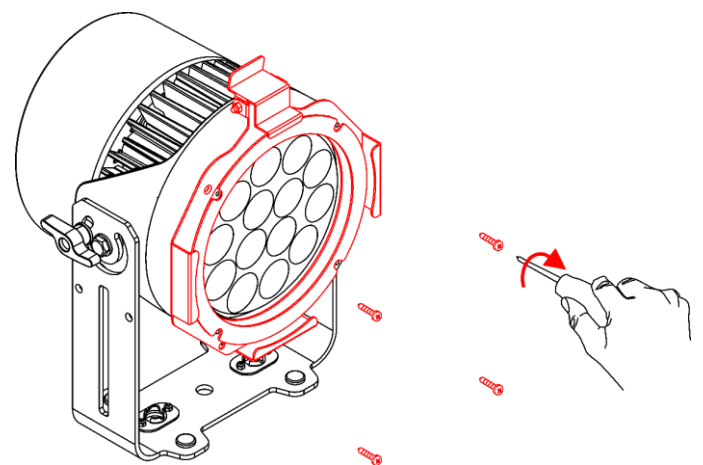

Fig. 08
- 02) Utilice un destornillador para apretar los 4 tornillos (suministrados con el soporte de accesorios) y sujetar el soporte de accesorios en su lugar (Fig. 08).